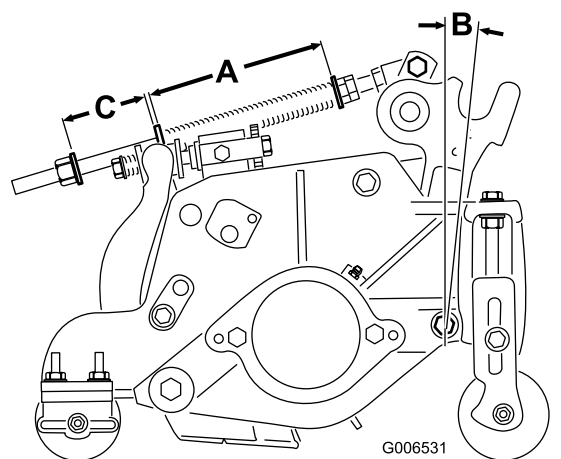

Figura 20
A mola de compensação (Figura 20) transfere peso do rolo dianteiro para o rolo traseiro. Isto ajuda a reduzir o efeito ondulado na relva, também conhecido como “bobbing”.
1. Aperte a porca de bloqueio na parte posterior da haste da mola até que a folga (C) entre a parte posterior do suporte da mola e a parte da frente da anilha seja de 51 mm (Figura 20).
- Aperte as porcas sextavadas na extremidade dianteira da haste da mola até que o comprimento da mola em compressão (A) seja de 15,9 cm (Figura 20).
Nota: Ao cortar relevados ondulados, aumente o comprimento de mola comprimida (A) e a largura da folga (C) 13 mm (Figura 20).